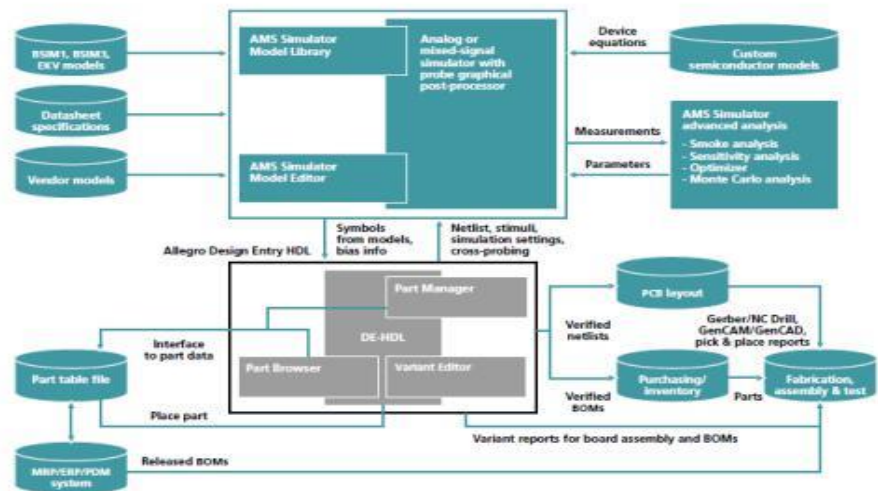

图1：Cadence PCB设计仿真技术
**Matlab Simulink** 软件包链接。（见图 1）